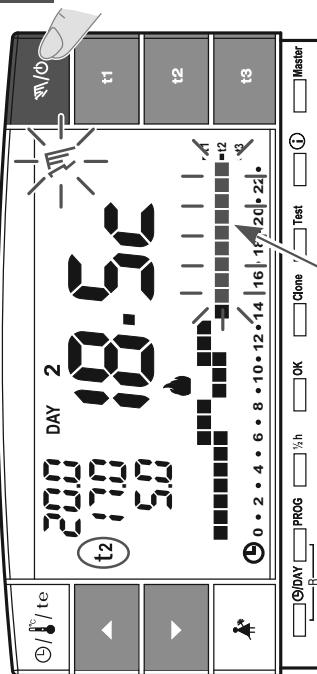

fig. 44
7.1(A) FUNZIONAMENTO MANUALE TEMPORANEO
- Premere brevemente il tasto “” : appare, lampeggiante, il simbolo “” e il livello di temperatura in corso viene applicato alle restanti ore del giorno (es. in fig. 44).